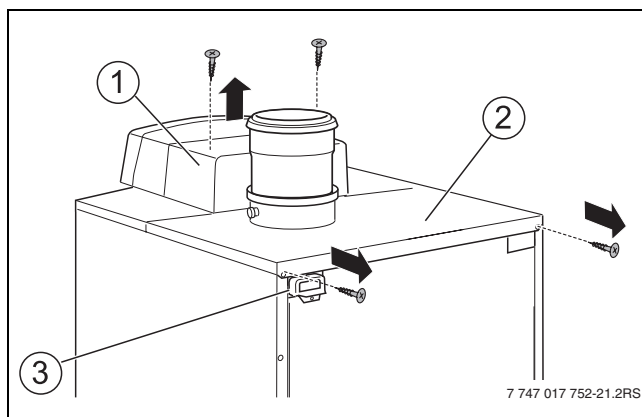

Fig. 22 Rimozione del pannello di copertura e della copertura posteriore della caldaia
- ▶ Condurre tutti i cavi attraverso il passaggio cavi (→ fig. 22, [3]) fino all'apparecchio di regolazione e collegarli in base allo schema di collegamento.